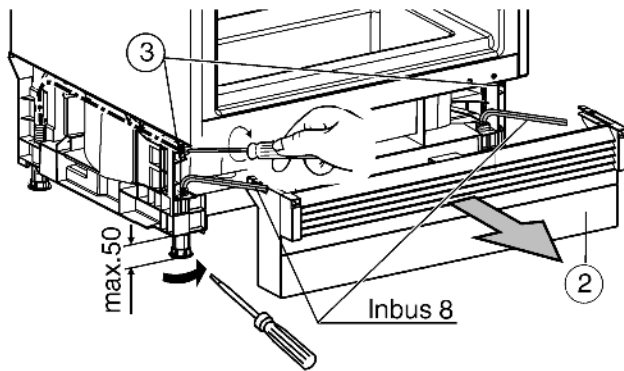

Fig. 8
- ▶ Mettre l'appareil de niveau à l'aide des pieds réglables : dévisser les pieds réglables arrières grâce aux vis Fig. 8 (3). Si les pieds réglables avants sont dévissés, tourner à l'aide d'un tournevis. Si les pieds réglables avants sont vissés, les dévisser avec une clé mâle à six pans de 8 mm. L'appareil doit être légèrement bloqué dans la niche entre le sol et le plan de travail !